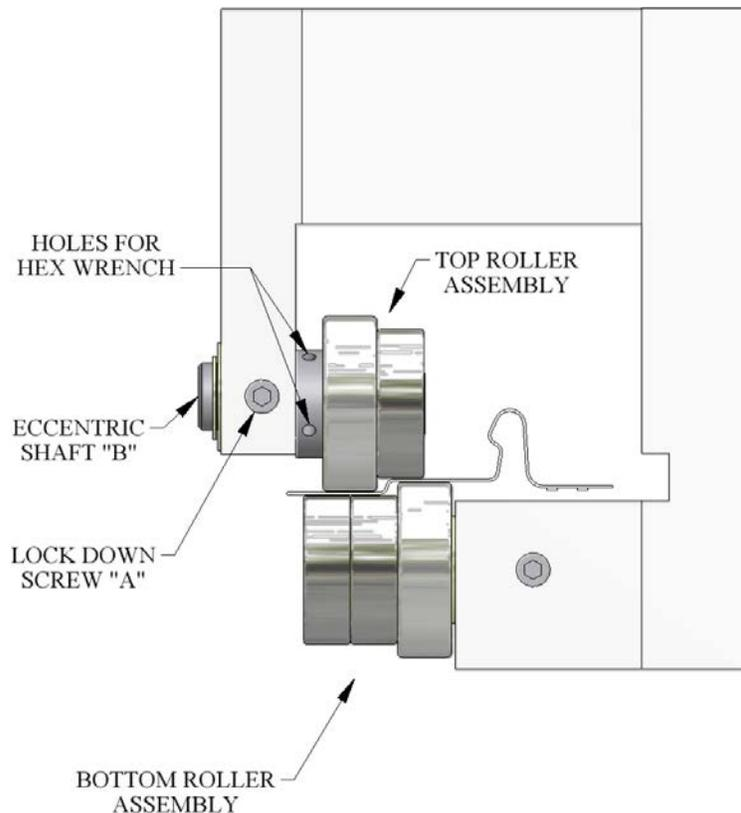

Ilustración 28: Ensamble de Rodillo de Clip de Reducción
1. Los rodillos de clip de reducción (Ilustración 28) proveen un área elevada contigua a las piernas macho y hembra del panel. Este soporte ayuda a esconder el clip y los tornillos usados en la instalación. Los rodillos pueden ser usados o no en caso de ser necesarios.